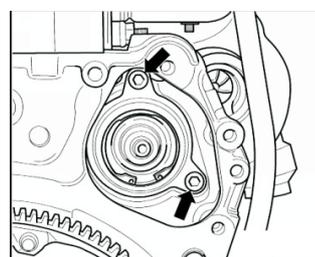

FIG. 5
- 9 Aflojar los dos tornillos de la bomba de agua y desmontarla con el extractor [FIG. 5 y 6].